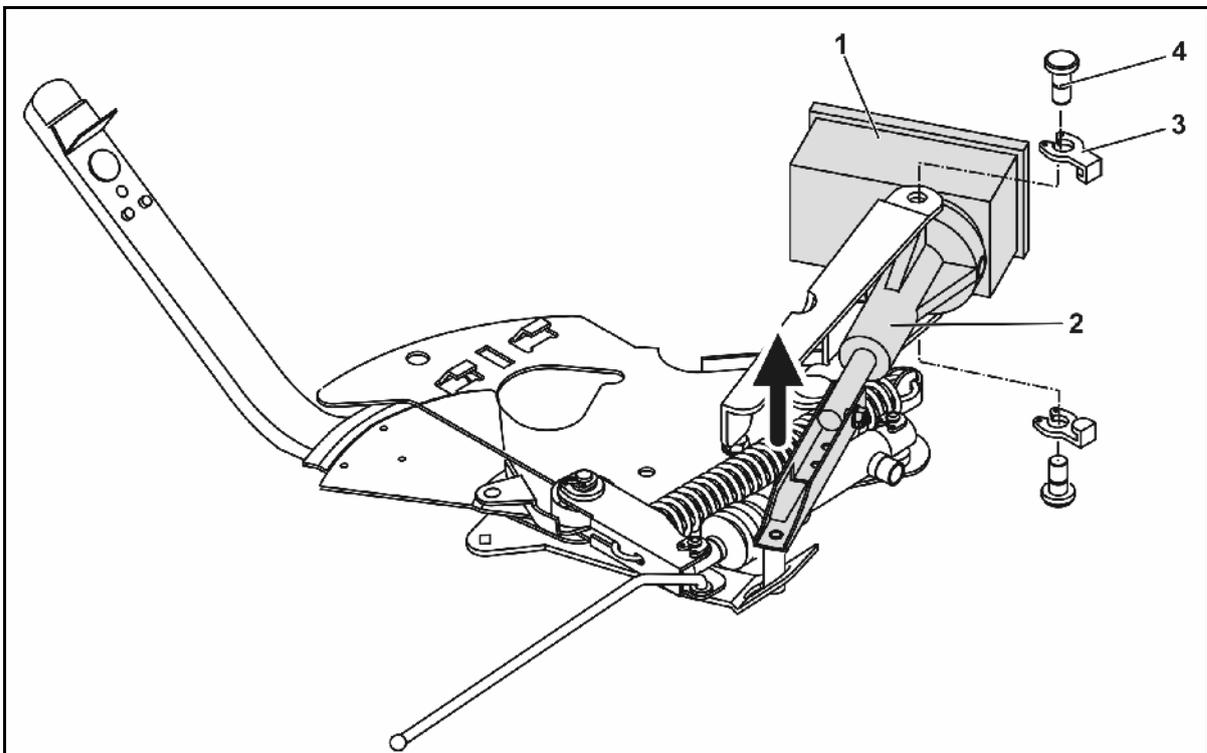

Fig. 65
1. Retirar ambos clips de seguridad (Fig. 65/3) con unas tenazas.
2. Extraer los pernos de articulación (Fig. 65/4).
3. Extraer el servomotor (Fig. 65/1) de la consola del motor.
4. Levantar el servomotor y desenganchar la barra de empuje (Fig. 65/2) de la conexión de la corredera de dosificación.
Asegurar la barra de empuje (Fig. 65/2) desenganchada para evitar que se desplace a la zona de trabajo del cilindro hidráulico.